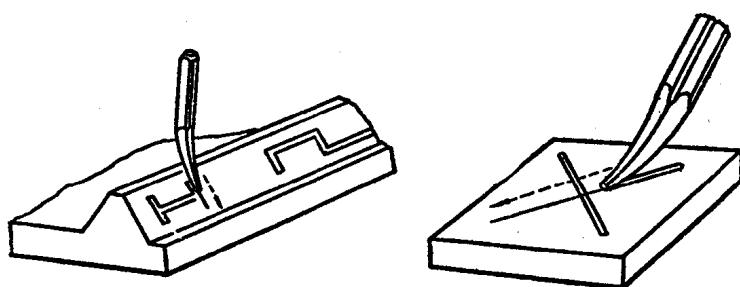

图2.11 錾油槽
② 錾油槽 錾油槽的方法见图2.11。錾油槽时应采用油槽錾，用较小的敲击力仔细錾削，并应去除油槽边的毛刺。
③ 錾板料 在缺少机械设备的场合下，有时要依靠錾子来切断板料或分割出形状较复